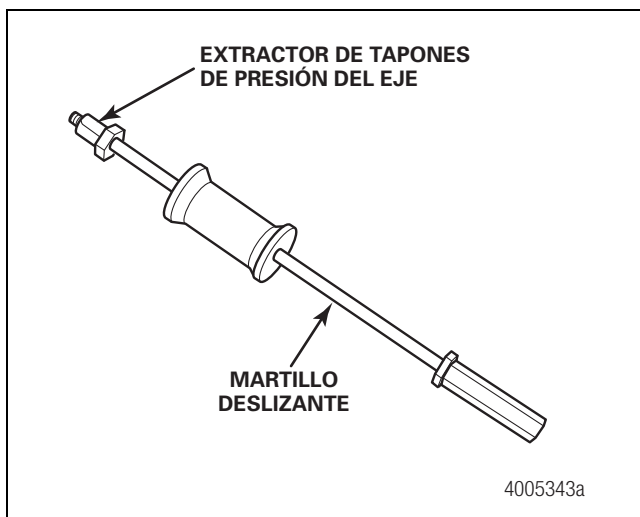

Figura 3.36
- J. Use un martillo deslizando equipado con la herramienta de extracción de tapones de presión del eje y retire el tapón de presión del eje que presenta la fuga. Tenga cuidado de no rayar la superficie interior de la espiga. Figura 3.36.